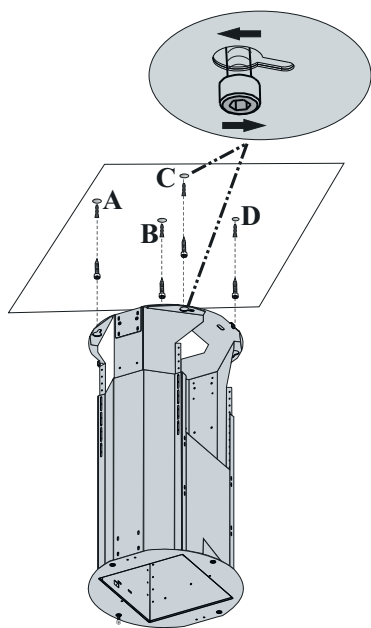

Fig. 14
- Far entrare i tasselli in plastica da Ø10 mm nei fori eseguiti per l'installazione del prodotto (Fig. 14).
- Avvitare le viti 5.5 x 60 ysb nei tasselli in plastica fissati in precedenza, in modo tale da lasciare uno spazio di 5 mm fra la vite e la parete (Fig. 14).
- Far scorrere i fori sul blocco motore che assomiglia ai fori sulle viti 5.5x60 ysb avvitate sulla parete, quindi ruotare il blocco motore in senso orario (Fig. 14).
- Dopo aver avvitato i canali vite sul blocco motore sulle viti di installazione, serrare le viti e fissare il blocco motore (Fig. 14).